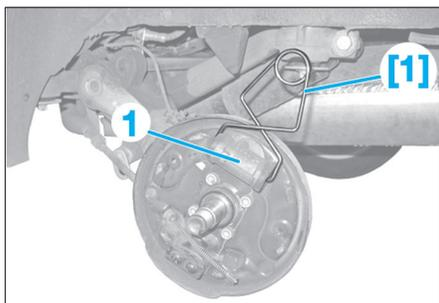

Fig. 14
- Placer l'outil [1] sur le cylindre de roue (1) (Fig.14).